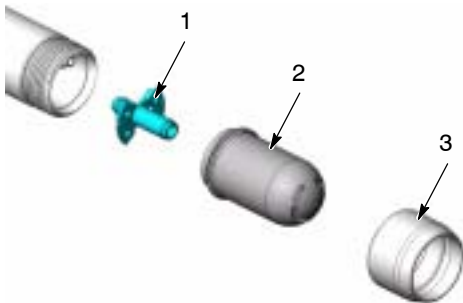

Abb. 1 Düse und Haltering abnehmen.
2. Siehe Abbildung 1. Baugruppe Haltemutter (3) und Düse (2) von der Sprühpistole losschrauben.
3. Den Schlauchadapter (1) vom Pulverschlauch abziehen.
9. Siehe Abbildung 1. Den Schlauchadapter (1) im Pulverschlauch installieren.
11. Düse (2) und Haltering (3) an der Sprühpistole installieren.